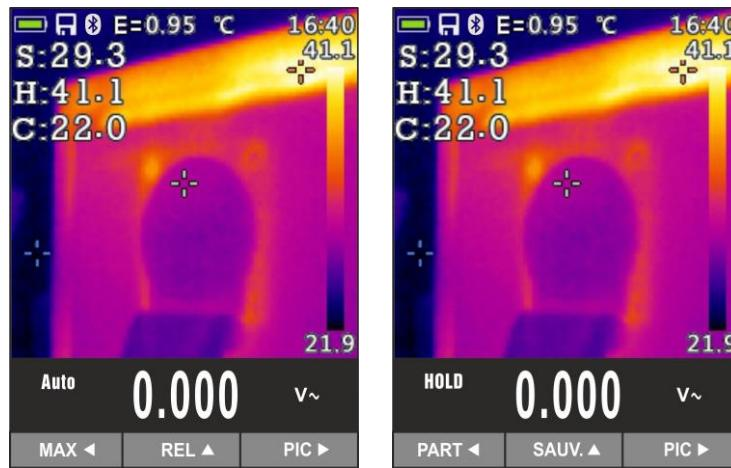

Fig. 41: Sauvegarde image IR
9. Appuyer sur la touche **HOLD/ESC** pour fixer le résultat. Le message « HOLD » apparaît à l'écran et la touche **REL ▲** devient **SAUV. ▲** (voir Fig. 41 – partie droite)